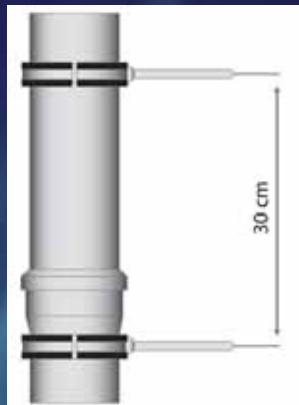
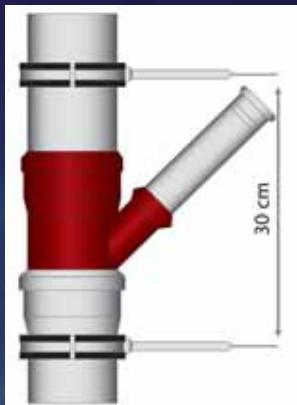

Рис. 1.
Рис. 2.
3. Как видно из Рис. 1 и Рис. 2, хомуты должны устанавливаться с обеих сторон места соединения трубы с фитингом. В точках перехода с обеих сторон в начале зоны муфты должны устанавливаться хомуты, и расстояние между такими хомутами должно быть не более 30 см.